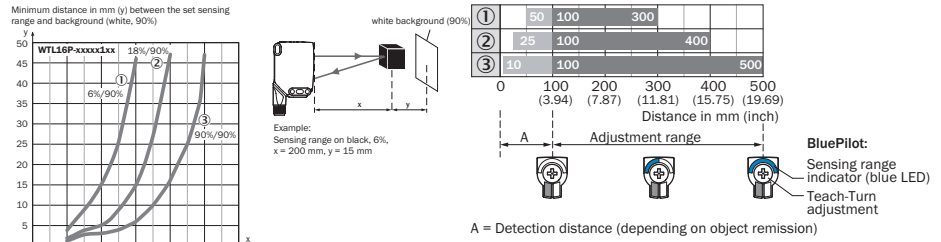
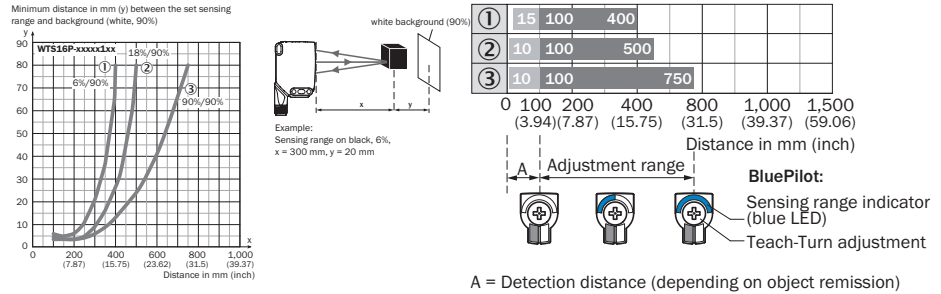

Figura 72: Curva característica 1, WTL16P-xxxx1xx, luz roja
Figura 73: Curva característica 1, WTS16P-xxxx1xx, luz roja
Comprobar las condiciones de aplicación: comparar la distancia de conmutación y la distancia respecto al objeto o al fondo, así como la capacidad de reflectancia del objeto, con el diagrama correspondiente [véase figura 72, figura 73] (x = distancia de conmutación, y = distancia mínima entre la distancia de conmutación ajustada y el fondo (blanco, 90%)). Reflectancia: 6% = negro ①, 18% = gris ②, 90% = blanco ③ (referido al blanco estándar según DIN 5033). Recomendamos el ajuste de un objeto de baja reflectancia.
La distancia mínima (= y) para la supresión de fondo se puede determinar a partir del diagrama [figura 72 ①] tal como sigue: